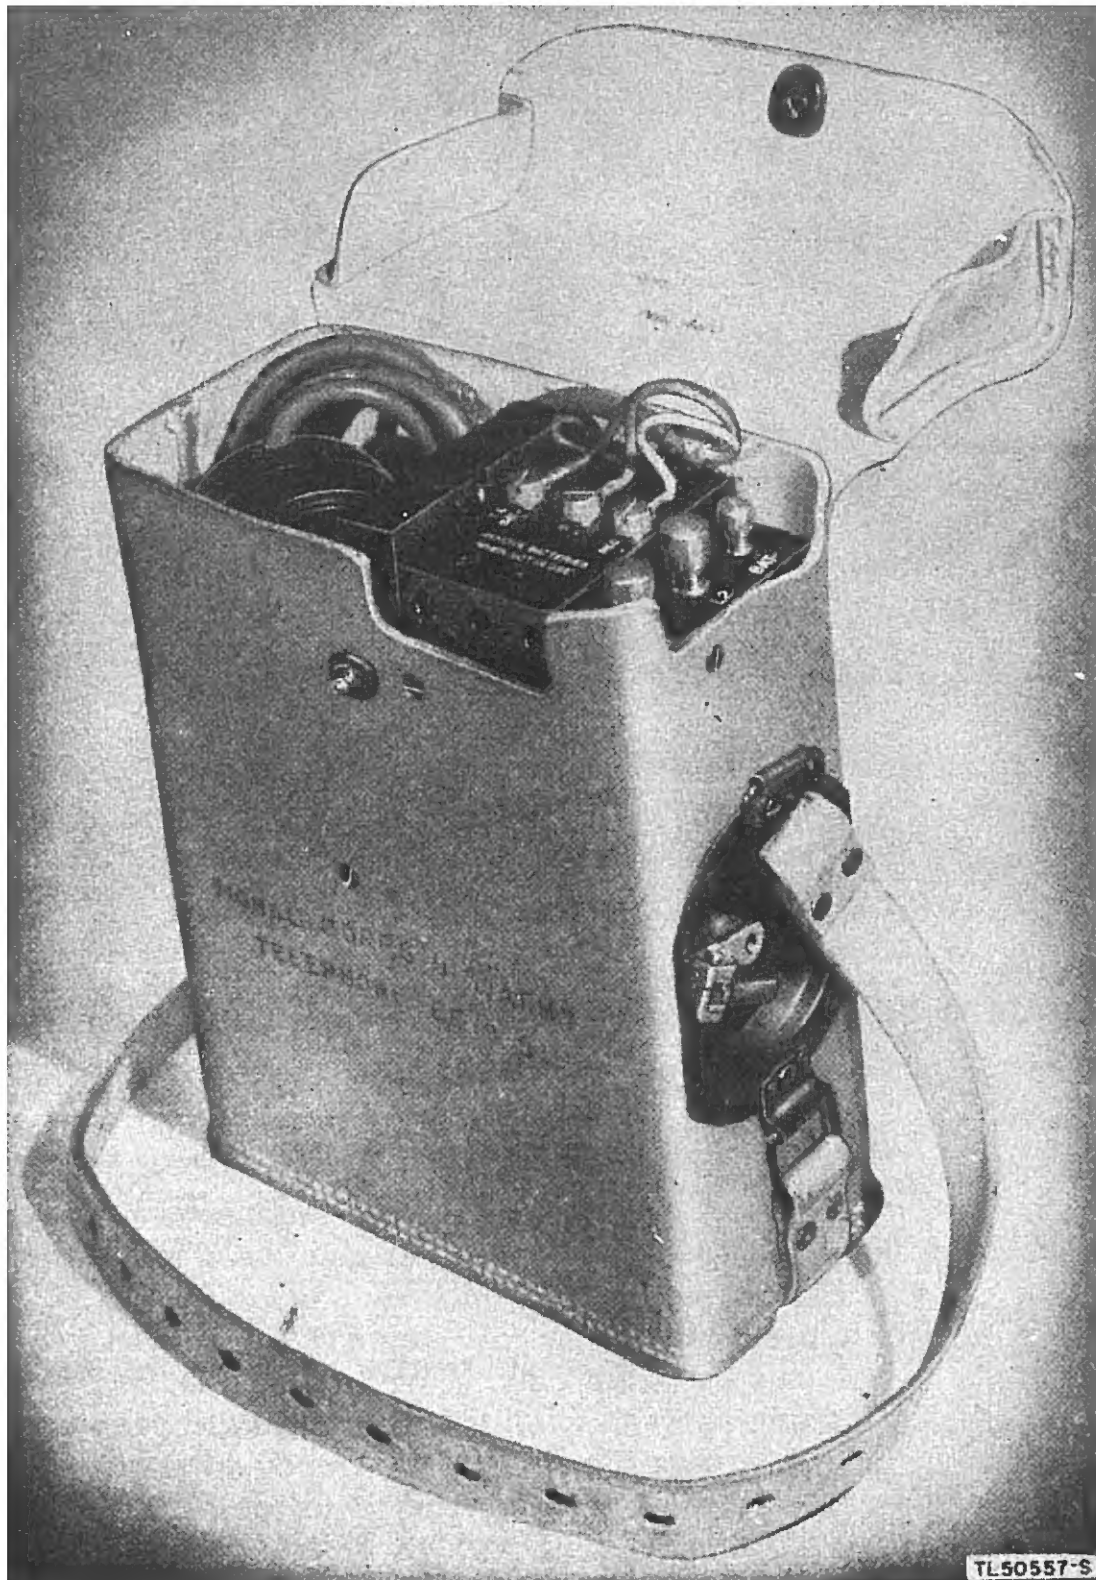

Figure 2. *Appareil EE-8-B avec sacoche cuir.*
b) SACOCHES. La sacoche contenant le téléphone EE-8(*) est en cuir ou en grosse toile et a une courroie de transport réglable. (Voir fig. 2 et 3.) Le couvercle est articulé à l'arrière, des bords les côtés et les devants, et fixé à l'avant par un bouton pression. L'espace à l'intérieur de la sacoche non occupé par le boîtier est utilisé pour ranger le combiné.